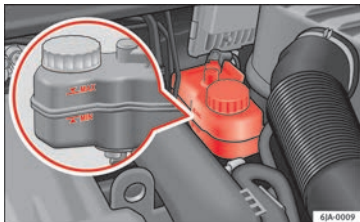

Bild 209 Motorrum: bromsvätskebehållare
- Kontrollera bromsvätskenivån i behållaren » » bild 209. Den ska alltid ligga mellan "MIN" och "MAX" -markeringarna.